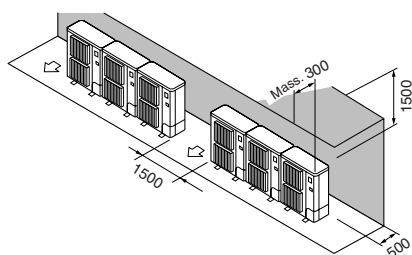

Fig. 2-9
- ② Solo ostacoli posteriori e superiori (Fig. 2-9)